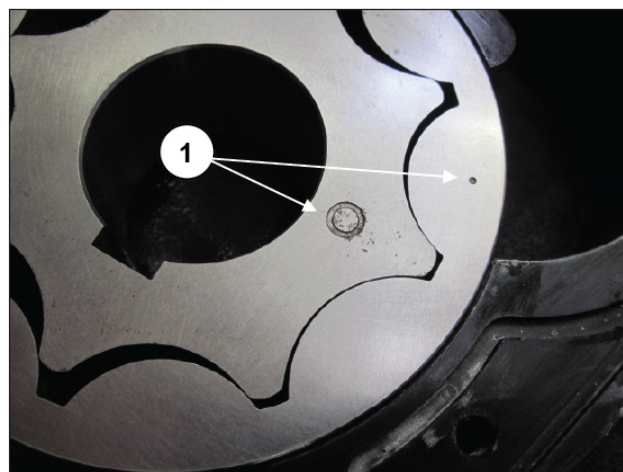

Fig. 153
Na montagem dos rotores da bomba de óleo, oriente no mesmo lado as marcações presentes nos dois particulares, conforme indicado na Fig. 153 pos. ①.